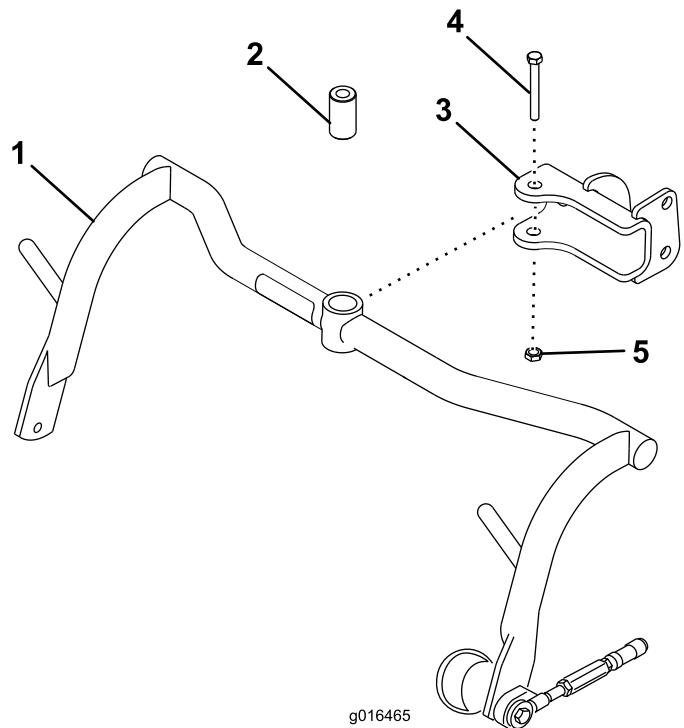

Figura 8
- Montate un gruppo telaio portante su ogni gancio con un distanziale, un dado da 1/2 x 3-1/4 poll. e un dado di bloccaggio da 1/2 poll. (Figura 8). Serrate a 91–113 Nm.